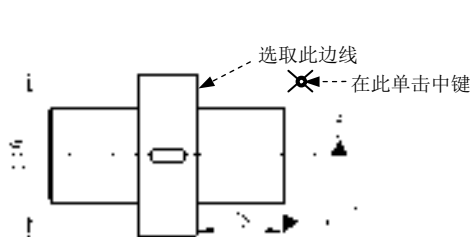

图 5.6.32 定义公差参照 (一)
Step4. 定义公差参照。在 **参考: 区域** 的 **类型** 下拉列表中选择 **曲面** 选项，选取图 5.6.32 所示的面（边线）为公差参照。
(1) 在对话框中 **放置** 区域的 **类型** 下拉列表中选择 **法向引线** 选项，在弹出的 **LEADER TYPE (引线类型)** 菜单中选择 **Arrow Head (箭头)** 命令。
(2) 在系统  **选择多边, 尺寸界线, 坐标系, 轴心, 多个轴线, 曲线, 顶点 或截面图元.** 的提示下, 选取图 5.6.32 所示的边线。
(3) 在图 5.6.32 所示的位置单击中键, 放置“位置度”公差。